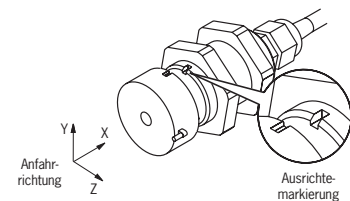

Bild 1: Ausrichtung Lesekopf und Betätiger
Die Einbaulage von Lesekopf und Betätiger ist beliebig. Ausrichtung von Lesekopf zu Betätiger beachten (siehe Bild 1).
- ▶ die aktiven Flächen von Lesekopf und Betätiger bei geschlossener Schutzeinrichtung deckungsgleich gegenüber liegen (siehe Bild 1)
- ▶ Bei geringer Anfahrtschwindigkeit zwischen Lesekopf und Betätiger und der Verwendung des Auswertegerätes CMS-E-BR sollte die Anfahrtschwindigkeit **Z** (siehe Bild 1) vermieden werden.